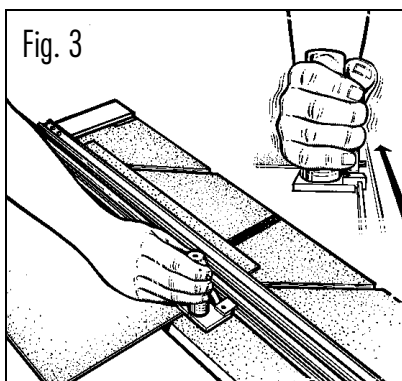

Fig. 3
- 3 Posizionare il passe-partout (con il lato della finestra appoggiato sul cartoncino di base) sotto la guida del taglio e contro la guida del passe-partout (Fig. 3)